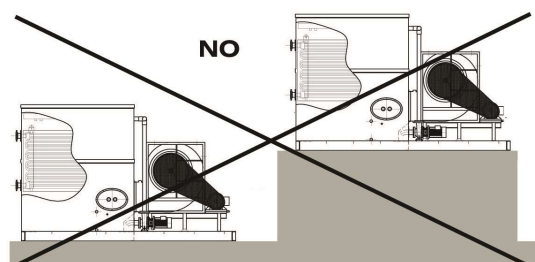

Fig. 7
- f) If several towers are to be installed, all of the towers must be installed at the same height. Otherwise, the higher-located tower (s) may draw the saturated air coming from the lower-located tower. (Fig 7).
- f) Dans le cas où l'on installe plusieurs tours, celles-ci devront être installées à la même hauteur, car, dans le cas contraire, la tour la plus haute pourrait aspirer l'air saturé de la tour située plus bas (fig. 7).
- f) En el caso de que vayan a instalarse varias torres, éstas deberán instalarse a la misma altura, ya que de lo contrario, la torre a mayor altura podría aspirar el aire saturado de la torre situada más abajo (fig. 7).